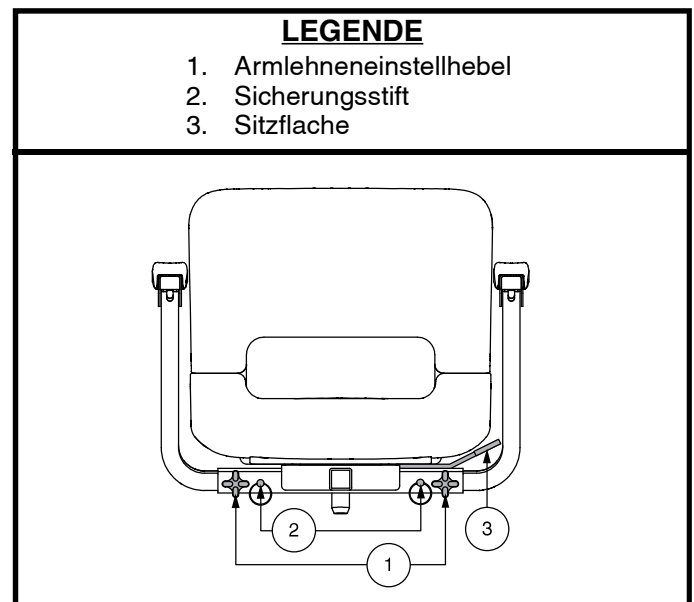

Abb. 25. Sitzeinstellungen
Der Hebel zur Verstellung der Sitzrotation befindet sich an der rechten Seite des Sitzrahmens und fixiert den Sitz in den unterschiedlichen Positionen. **Siehe Abb. 25.**
1. Lösen Sie die Armlehneinstellhebel. **Siehe Abb. 25.**